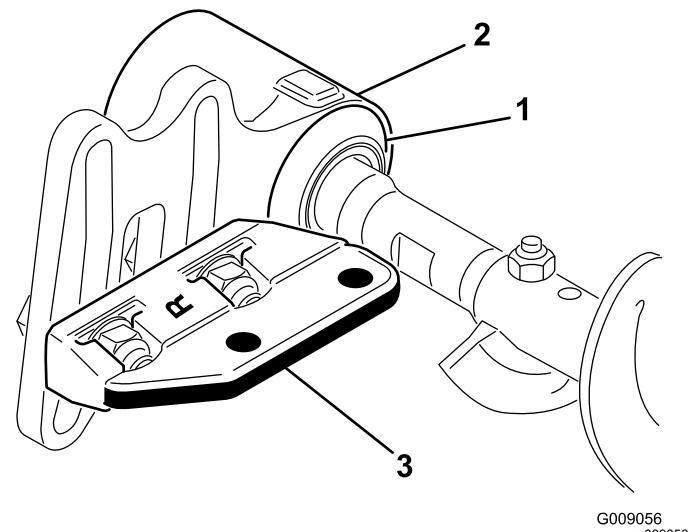

Figura 10
9. Fate scorrere ogni guarnizione verso l'esterno fino a creare un leggero contatto tra le guarnizioni a labbro e ogni alloggiamento dei cuscinetti (Figura 10).